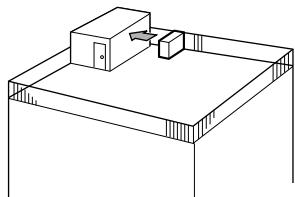

Fig. 2-3
- (1) Richt de luchtauitlaat naar de dichtstbijzijnde muur, op ongeveer 50 cm van de muur. (Fig. 2-3)